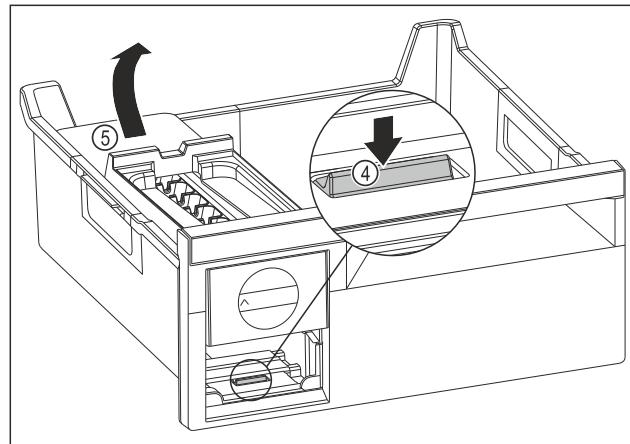

Fig. 131
- Извлеките корпус EasyTwist-Ice: Надавите пальцем вниз на накладку Fig. 131 (4) и одновременно другой рукой поднимите корпус EasyTwist-Ice Fig. 131 (5) сзади.